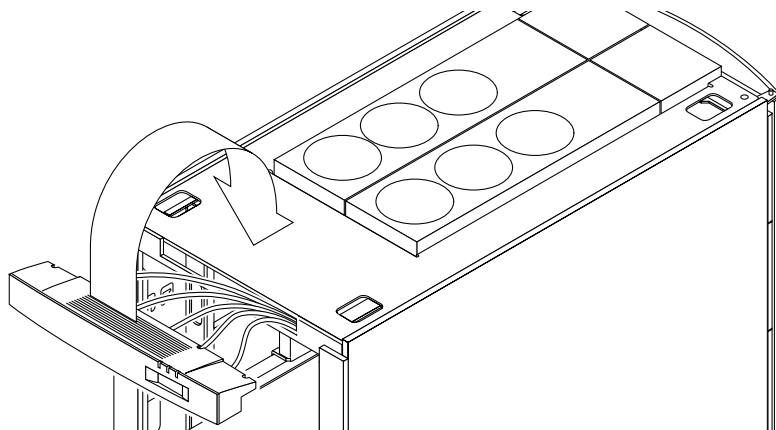

図 5-3 FrameManager の取り外し — 手順 2
2. アセンブリを正面方向にスライドさせ、アセンブリの背面にあるケーブルコネクタに対して作業できるように、注意深く裏返して Sun Fire キャビネットの上に載せます (図 5-3)。